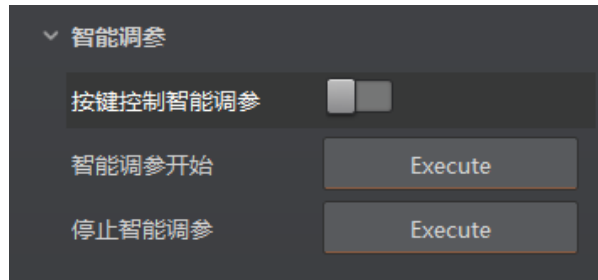

图4-18 智能调参功能
1. 在图像配置模块，点击右上角的所有属性，找到智能调参并展开，如图 4-18 所示。